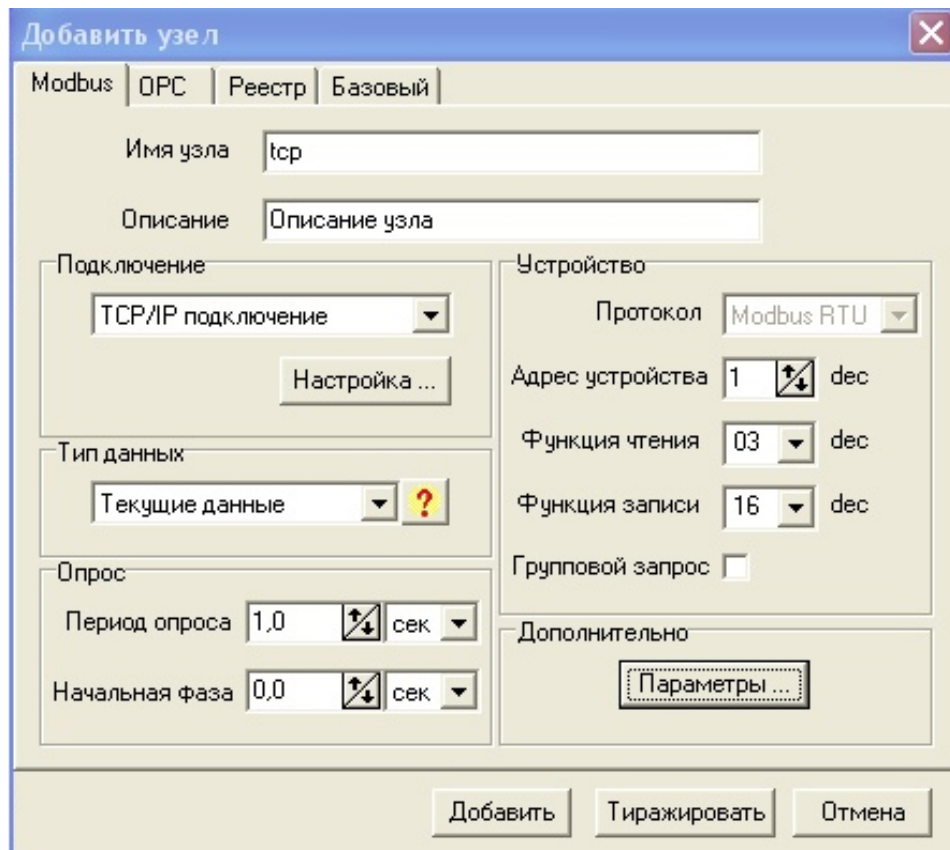

Рис.10 Настройка Modbus узла по TCP/IP.
3. В появившемся окне задать параметры modbus-узла (Рис.10). Описание параметров смотрите в справке LectusOPC.